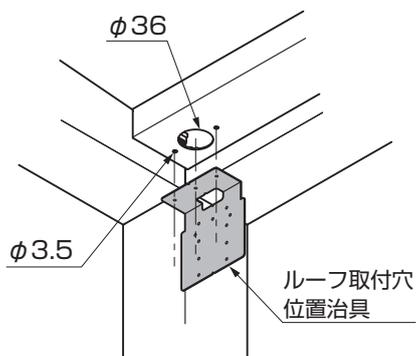

図12-28 A部詳細図
- ルーフ取付穴位置治具の折り曲げ部を樋の入隅部に突き当てると正確に位置出しができます。（図12-28参照）